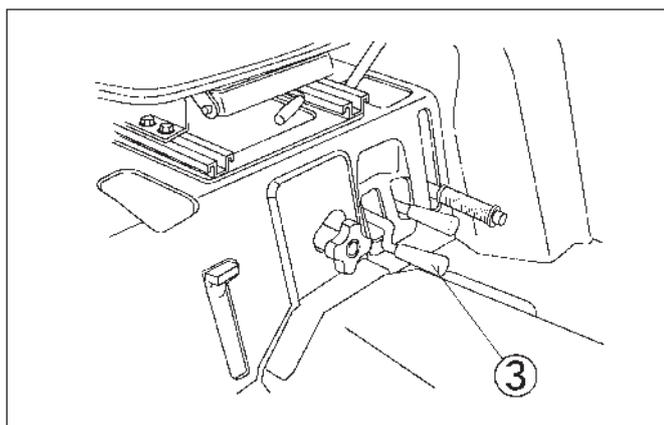

FIG. 5-23
**FIG. 5-23:** Pour sélectionner la prise de force centrale, appliquez la même procédure qu'avec la prise de force arrière, mais en actionnant le levier de prise de force centrale. Avec la pédale d'embrayage complètement enfoncée déplacez le levier (3) à la position M pour embrayer la prise de force et à la position N pour la débrayer.